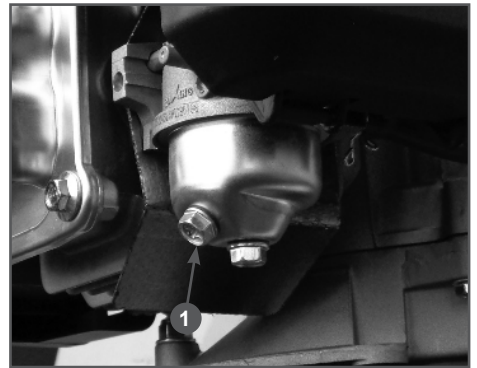

Рис. 18 Слив топлива из карбюратора
2. Открутите болт сливного отверстия (Рис. 18 п. 1) и слейте топливо из поплавковой камеры карбюратора.